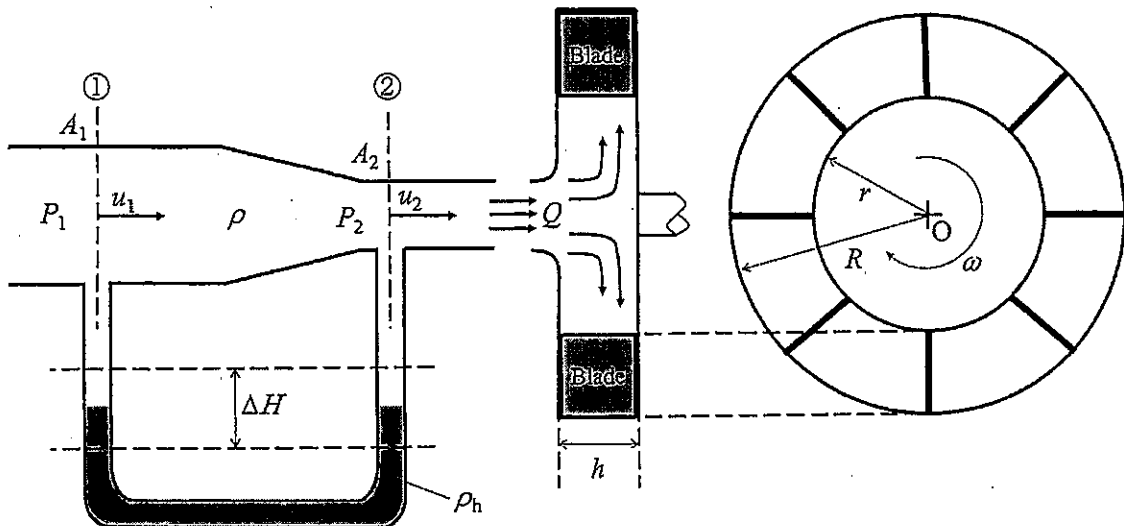

図 2-1
II. 図 2-1 に示すような遠心ポンプを考える. 遠心ポンプには, ノズルを通過して密度  $\rho$  の水が流入している. ノズルにおいて, 断面①と断面②にはマンノメータが取り付けられており, 密度  $\rho_h$  を持つ水銀が入れられている. ノズルの断面積, 速度, 圧力を  $A, u, P$  とし, 断面①, ②における物理量については, 添え字 1, 2 により示す. ここで,  $A_1 > A_2$  とする. また, 重力加速度は  $g$  とする. 次に, ノズルより流出した水は, 軸に沿って取り付けられた遠心ポンプ羽根車 (インペラ) に流入する. 羽根車のブレード内半径は  $r$ , 外半径は  $R$  であり, ブレードの高さは  $h$  である. 羽根車は点  $O$  を中心にトルク  $T$  で回転していて, 流量によらずトルク一定で動作させることを考える. なお, 遠心ポンプに流入する際の旋回成分は十分に小さいとする. また, 遠心ポンプ部での重力の影響は無視できる. 以下の設問に答えよ.
- (1) 水が流れている時に, マノメータの液面は, 断面①と断面②のどちらが高くなるか答えよ.
- (2) 断面①と②の液面の高さの差を  $\Delta H$  としたときの流量  $Q$  を求めよ.
- (3) 流量  $Q$  を用いて羽根車の角速度  $\omega$  を求めよ.
- (4) 断面①と②の液面の高さの差が  $2\Delta H$  に変化した時, 羽根車の角速度は設問(3)で求めた角速度に対して何倍になるか求めよ.